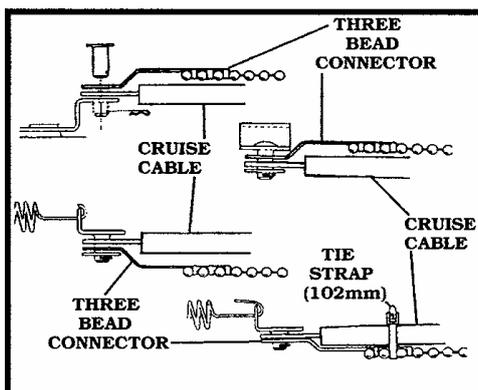

Figure 18
4. 必要時將”3珠鎖片”折彎，以避免與原車的油門鋼索互相干涉，（參考 Figure 18）用102mm的電線束帶（附於五金零件包內）將”3珠鎖片”與原車的”油門鋼索外管”綁在一起。（參考 Figure 18 右下圖）